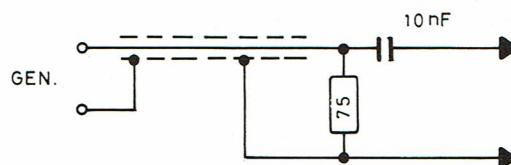

FIG. 3
- Woblateur 4,43 MHz avec câble terminé selon fig. 3, sur broche 3 de V 502a.
- Woblateur avec câble terminé selon fig. 3, sur broche 3 de V 501a.